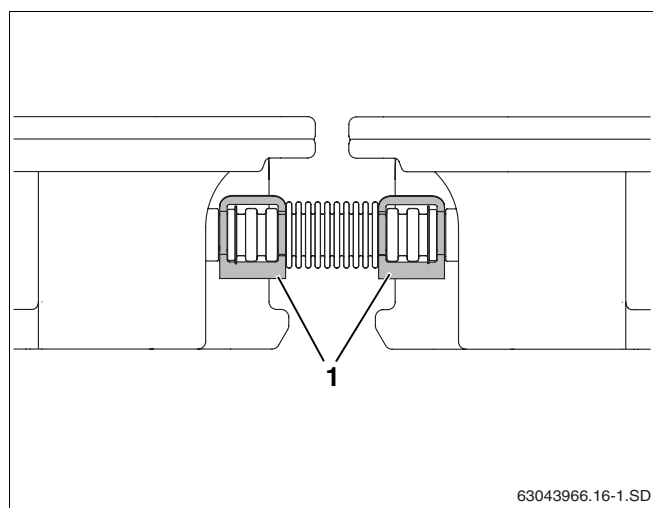

Fig. 27 Unión de tubo ondulado asegurada con abrazaderas
- ▶ Asegure cada caperuza de cierre con una abrazadera y cada unión de tubo ondulado con dos abrazaderas (fig. 27, **pos. 1**).